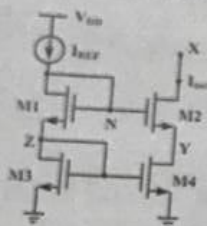

图 5.1 共源共栅电流镜
2、图 5.1 所示为共源共栅电流镜，M1-M4 为宽长比均相同的四个 MOS 管，不考虑体效应。